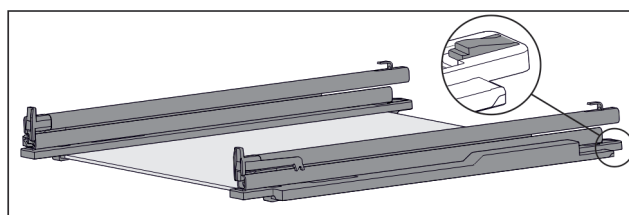

Fig. 149 Steklena plošča z vodili in držalnimi deli
- ▶ Držalni del na zadnji strani potisnite navzdol (glejte Fig. 149) in hkrati vodilo potisnite proti zadnji strani.